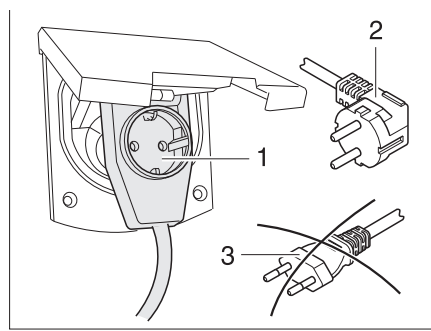

Fig. 298 Conexión a un conector con salida lateral del cable con caja de enchufe
► Al utilizar un acoplamiento acodado CEE 17, con caja de enchufe incorporada en el lado trasero (Fig. 298,1), emplear únicamente un conector IP 44 de goma impermeable, con contacto protector (Fig. 298,2). No utilizar conector sin contacto protector (Fig. 298,3). ¡Peligro de electrocución!